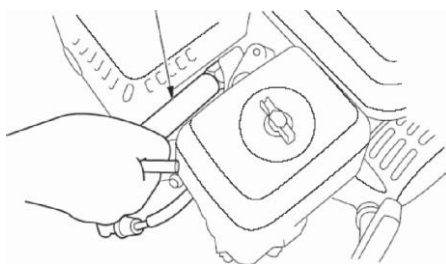

Fig. 15a
- Utilizzare una chiave per candele per rimuovere la candela. (Fare riferimento alla Fig. 15a.)